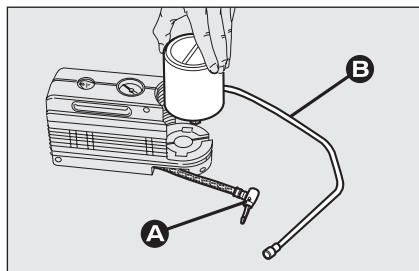

fig. 9
- disinserire l'innesto **A-fig. 9**;